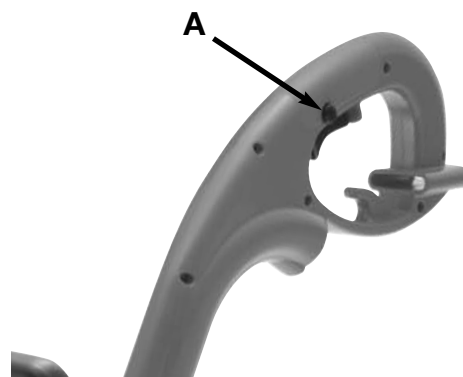

Fig. 4
Para arrancar el quitanieves, presione el botón (A) situado en un lado del asa y apriete el gatillo (B). Para detener el equipo, suelte el gatillo. (Fig. 4)